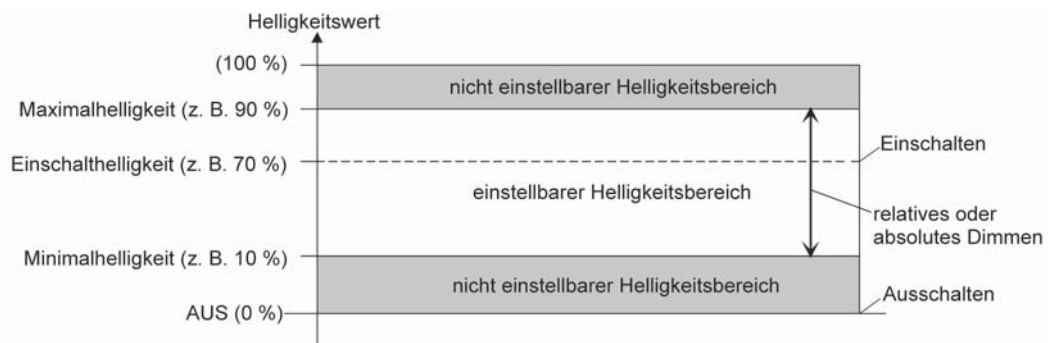

Bild 12: Beispiel eines Helligkeitsbereiches mit Minimalhelligkeit
- Definition der unteren Helligkeitsgrenze mit Minimalhelligkeit (Bild 12):
- i** In der Betriebsart "Drehzahlsteller" bei der Gerätevariante "1fach" kann - analog zur Beschreibung der Helligkeitswerte für eine Beleuchtungssteuerung in diesem Kapitel - die Minimaldrehzahl in der ETS konfiguriert werden (Bild 12). Die alternative Konfiguration einer Grunddrehzahl ist hierbei aus technischen Gründen nicht vorgesehen. Die Maximaldrehzahl ist ebenfalls nicht per Parameter einstellbar. Sie ist fest auf 100 % vorgegeben. Die Einschaltdrehzahl ist unveränderbar auf Maximaldrehzahl (100 %) vorgewählt.